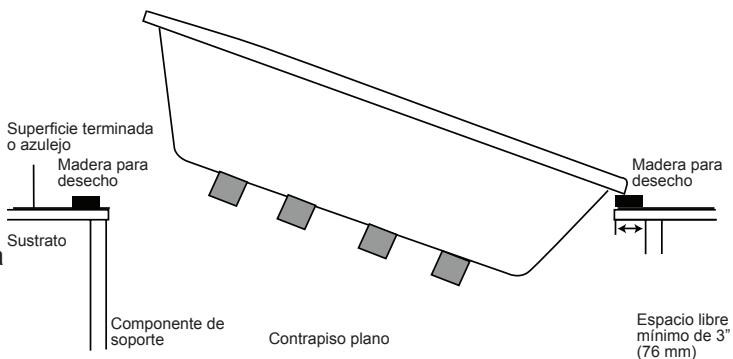

Figura 8 - Instalación empotrada
**7** Coloque pedazos de madera para desecho en cada uno de los extremos del recorte; esto se utilizará como un soporte temporal antes de bajar la bañera completamente en la abertura (Figura 8).